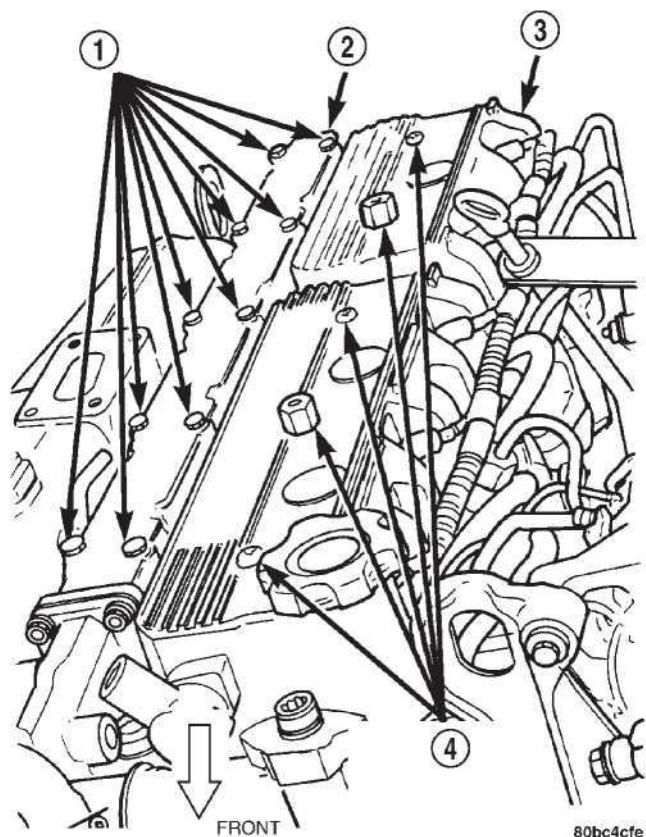

Рис. 71 Покрытие головки цилиндра
- (19) Установите покрытие головки цилиндра. Крутящий момент соединяется болтом к 15 N-m (133 в. lbs.) (Рис. 71).
- (20) Соедините шланг сапуна картера с передней стороной покрытия головки цилиндра.
- (21) Соедините провод датчика инжектора и горячий свинец запальной свечи.
- (22) Установите линию питания масла турбокомпрессора. Закрутите болты типа «банджо» к 27 N-m (20 футов lbs.).
- (23) Установите возвратную линию масла турбокомпрессора. Крутящий момент соединяется болтом к 11 N-m (97 дюймов. lbs.).
- (24) Установите водный коллектор. Крутящий момент соединяется болтом к 12 N-m (106 в. lbs.).
- (25) Повысьте транспортное средство на подъемнике.
- (26) Установите выхлопную трубу на турбокомпрессоре. Крутящий момент соединяется болтом к 32 N-m (23 фута lbs.).